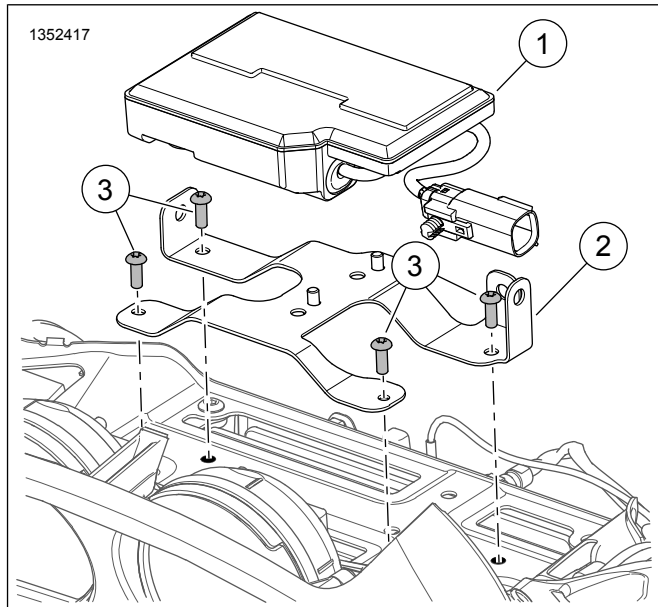
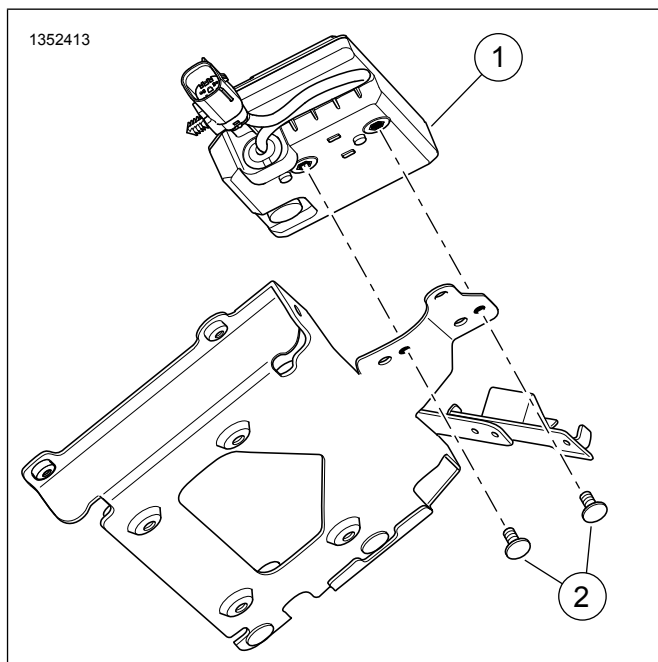

Figure 4. Support TCU
Figure 5. Vis de la TCU
10. Voir la figure 4. Selon l'équipement présent, retirer le support de la TCU existant (2).
- a. Retirer les quatre vis (3). Conserver la visserie pour une utilisation ultérieure.
11. Voir la figure 5. Positionner et installer TCU sur le support à l'aide de deux vis. Serrer.